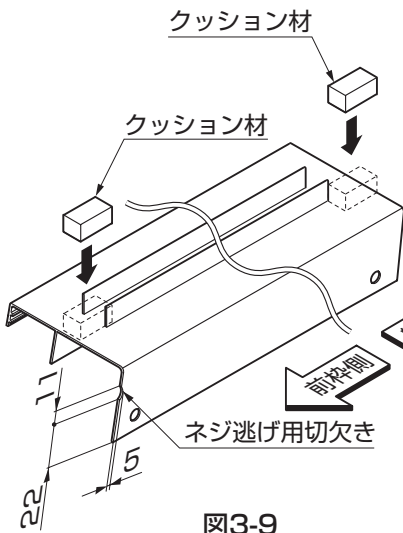

図3-9
- 主柱の位置により、前枠端部キャップ固定ネジと垂木枠が干渉する場合があります。その場合は、垂木枠をネジ頭分だけ切欠いて取付けてください。(図3-9参照)
- ④垂木枠の両端部上面のフィン切欠き部にクッション材を貼付けてください。クッション材は切断して使用してください。(図3-9参照)
- ⑤垂木枠を垂木枠取付金具に【5-4】で、野縁に【5-5】で、垂木掛けに【5-5】、【5-6】、【5-7】、【5-8】で取付けてください。
- ⑥側面柱ドア用を垂木枠に【5-1】で取付けてください。